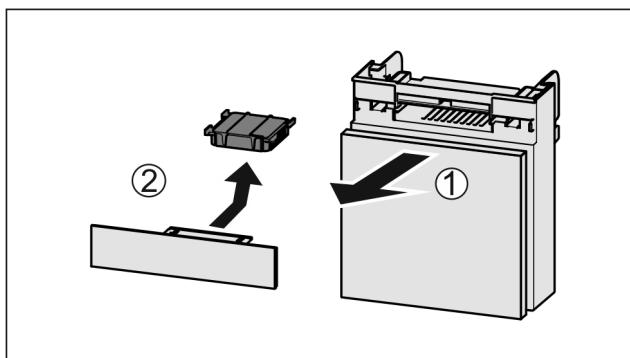

Fig. 148
- ▶ Extraire le compartiment par l'avant Fig. 148 (1).
- ▶ Sortir le filtre à charbon actif Fig. 148 (2).